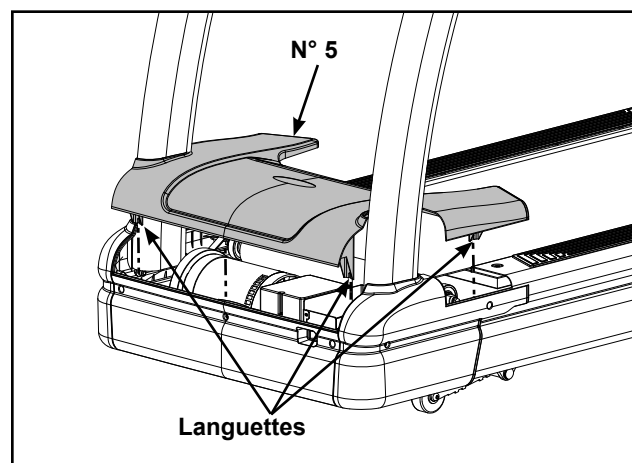

Figure 11
- G. Mettez le capot de moteur supérieur (n° 5) en place en alignant les quatre languettes sur les vis de capot frontales et latérales. Reportez-vous à la figure 11.
- H. À l'aide d'un tournevis Phillips, finissez de serrer les cinq vis du capot avant et les quatre vis des capots latéraux. Assurez-vous que les vis fixent bien les languettes du capot de moteur. Reportez-vous à la figure 11.